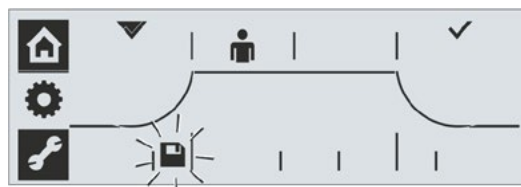

Fig. 12: Seleccionar el símbolo de guardar
16. Seleccionar el símbolo de guardar: Girar el controlador del dispositivo hacia la derecha, hasta que el símbolo de guardar parpadee, fig. 12.